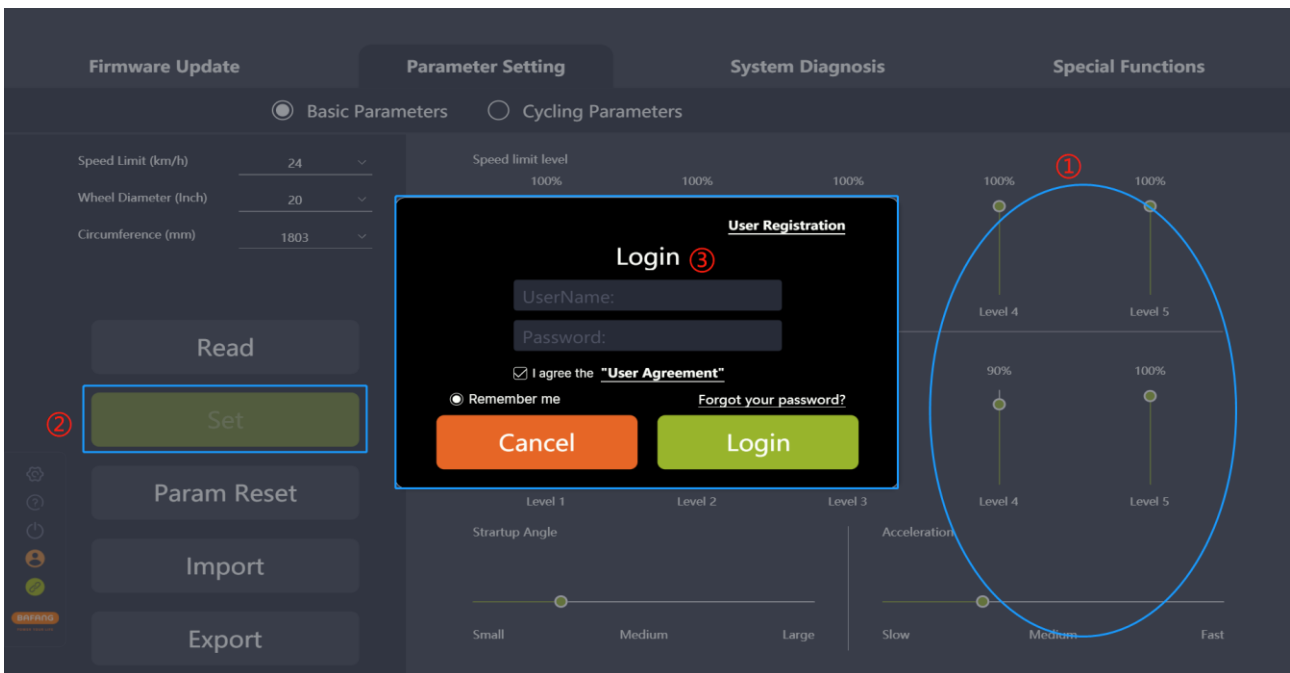

图 5-5 登录
- (1) 读取成功后，拖动滑动条来调整右侧参数；
- (2) 参数调整完毕后，点击“设置”，将当前参数保存到控制器中；
- (3) 如未登录会弹出登录界面，提示用户登录（如图 5-5）。注意：未登录取得授权情况下，无法进行参数设置；